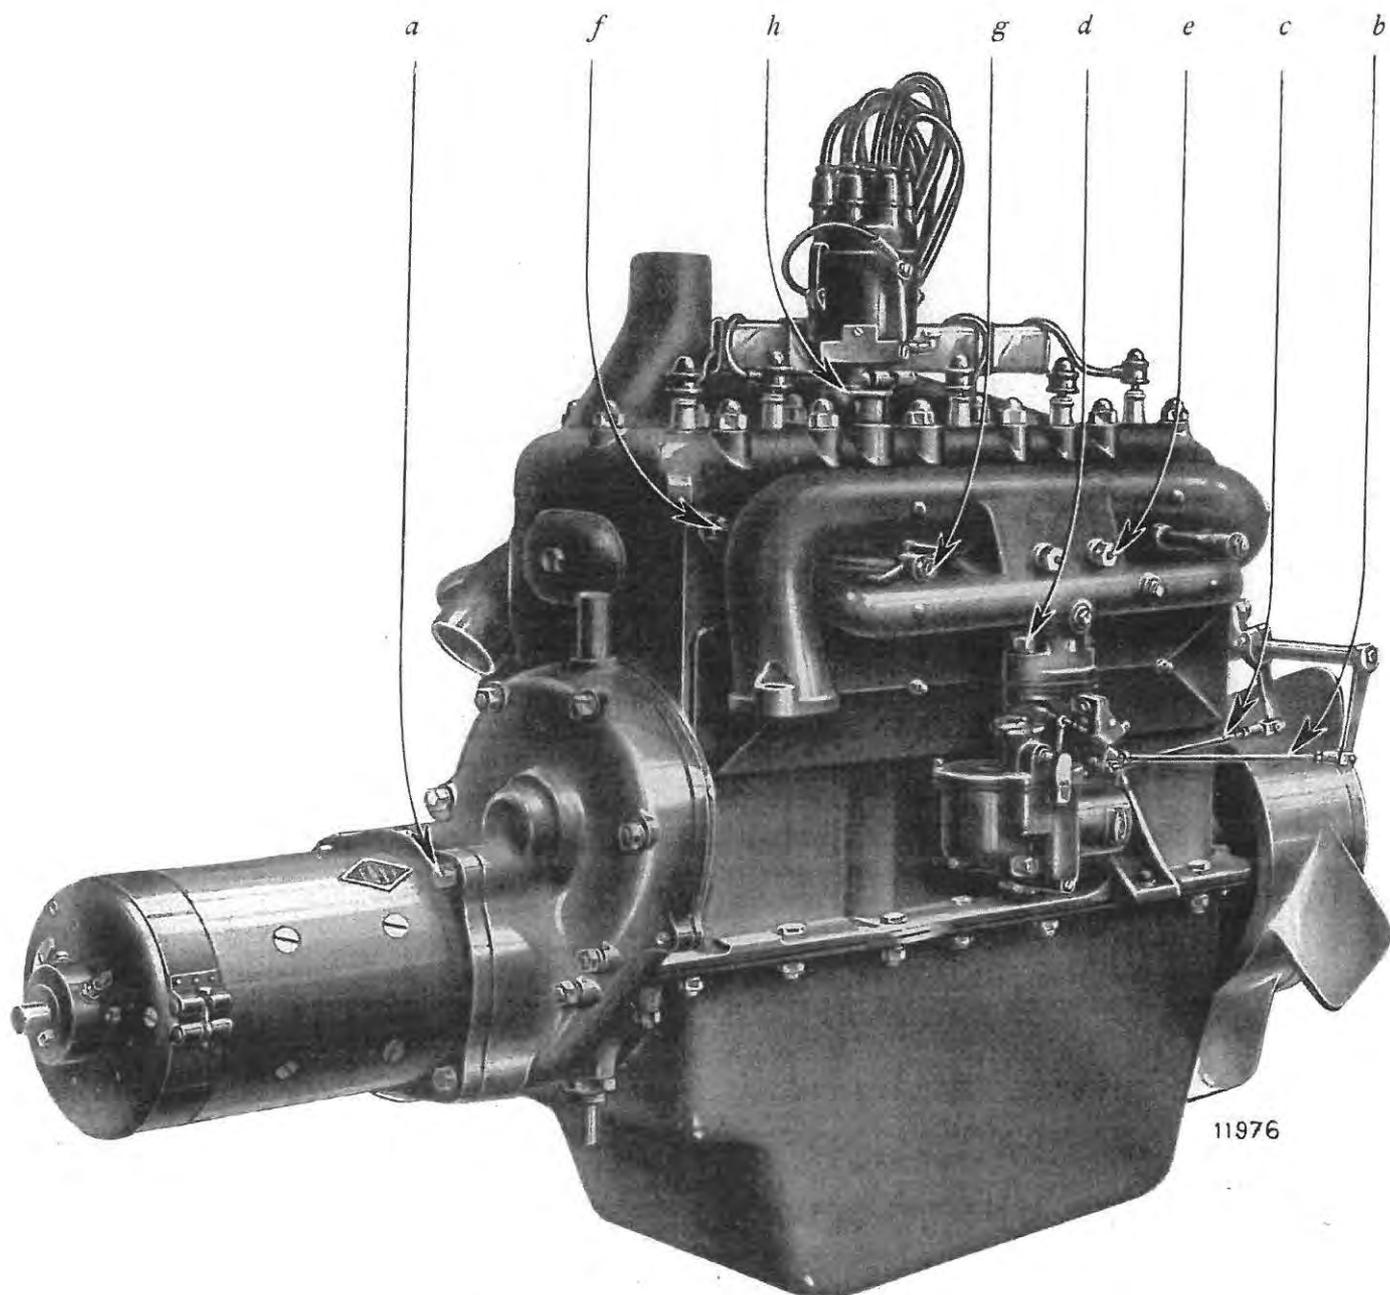

Fig. 2. — Vue extérieure du moteur.
8. Enlever le collecteur d'admission et d'échappement (*Fig. 2*).